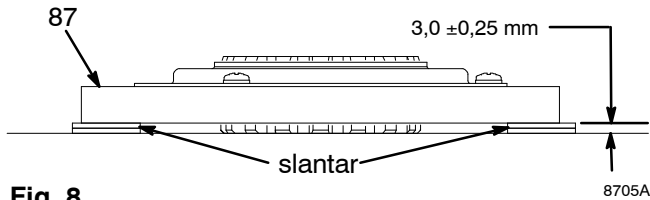

Fig. 8
1. Fig. 8. Lägg två högar med två femtioöringar vardera på en jämn bänkyta.
2. Lägg armaturen (87) på slantarna.